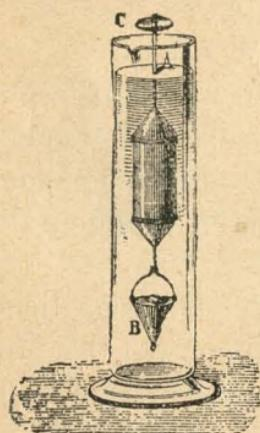

Fig. 33.—Aparato de Nicholson.
1.o Se coloca el cuerpo en el platillo *C* (fig. 33) con la tara necesaria para que el areómetro se sumerja hasta el punto de referencia marcado en *A*, en la varilla que sostiene el platillo. Se saca el cuerpo y se lo reemplaza por las pesas necesarias para restablecer el flote hasta *A*; dichas pesas son el peso del cuerpo.